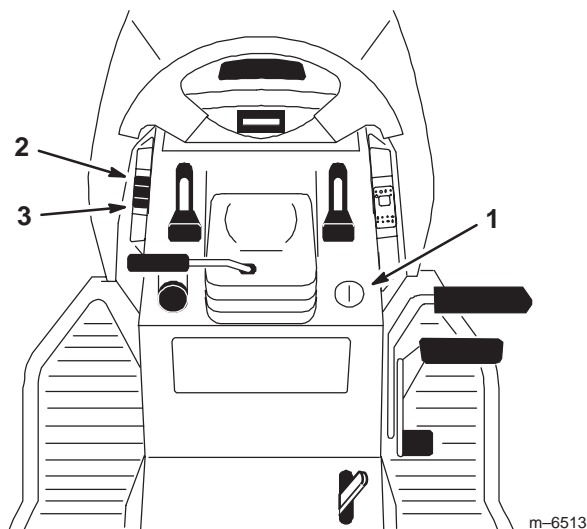

Figure 20
Ce mécanisme (Fig. 20) permet de relever et d'abaisser les accessoires.
1. Tournez la clé de contact en position de contact établi (**on**) ou de marche (**run**) (Fig. 20).
2. Poussez la commande d'accessoire vers le **haut** pour élever le mécanisme de commande (Fig. 20). Cela a pour effet de relever l'accessoire et de le maintenir dans cette position.
2. Poussez la commande d'accessoire vers le bas pour abaisser le mécanisme de commande (Fig. 20). Cela a pour effet d'abaisser l'accessoire.